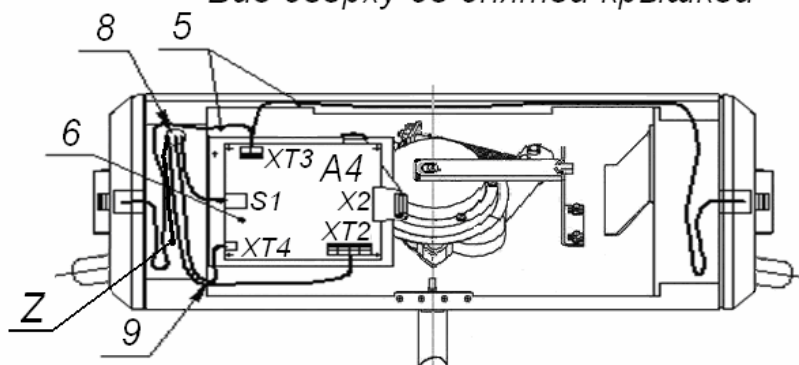

Рисунок 10. Схема прокладки кабелей в стойке ЭП
6. Подготовьте в полу отверстия под гильзы анкеров для крепления стойки ЭП. Установку и крепление стойки производите после прокладки всех кабелей в кабельном канале и внутри стойки. Схема прокладки кабелей в стойке и места расположения отверстий, в которые следует установить изоляционные втулки из комплекта поставки, показаны на рис. 10.
10. Выполните заземление стойки ЭП в соответствии с требованиями ПУЭ («Правила устройства электроустановок»). Контакт заземления **Z** находится под крышкой стойки (3), слева от платы контроллера (см. рис. 10).